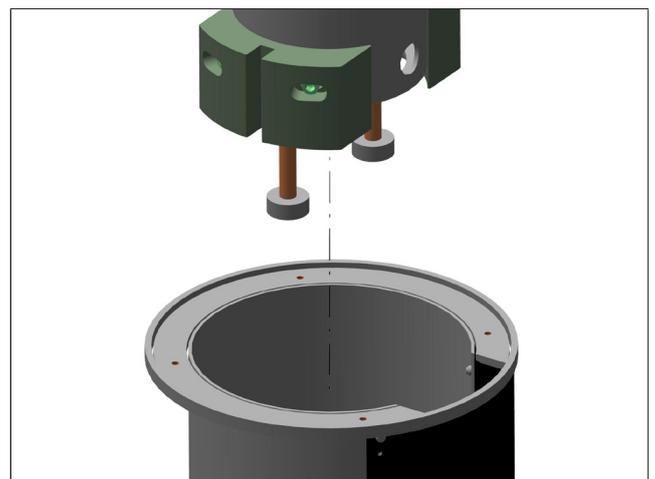

Abb. 5
5. Entnehmen Sie den Zylinder. Trennen Sie das Antriebskabel und entnehmen Sie den Antrieb, indem Sie ihn aus den Führungen herauschieben (Abb. 5).